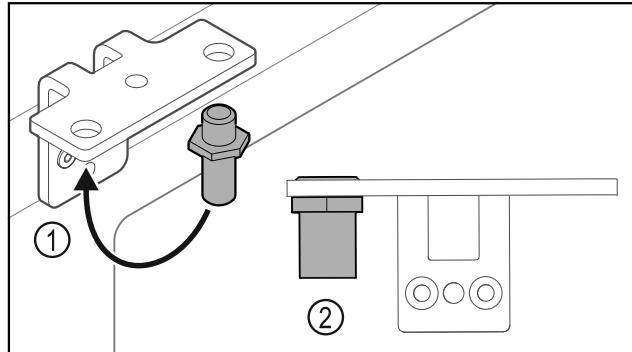

Fig. 33
- Μεταφέρετε τον πείρο Fig. 33 (1) στη γωνία μεντεσέ.
- Σφίξτε τον πείρο Fig. 33 (2) με ροπή 12 Nm.